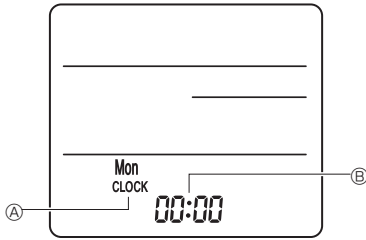

Fig. 6-8
3) Ayar (Saat ayarı) (Fig. 6-8)